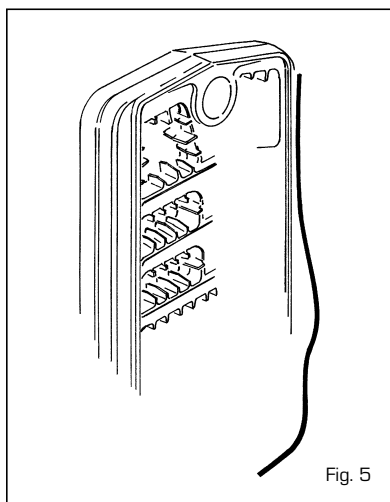

Fig. 5
- introdurre il cordone di stucco (fig. 5) nella gola prevista per la tenuta fumi effettuando una leggera pressione;